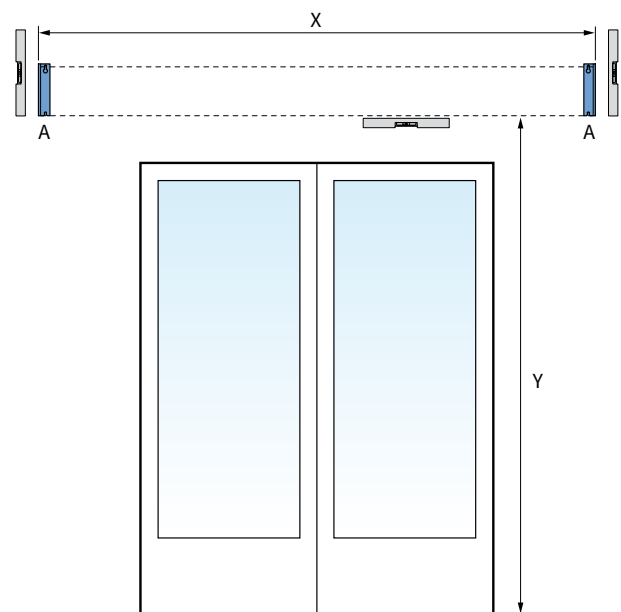

Abb. 1.2 Anordnung der Wandhalterungen
Markieren Sie die Bohrlöcher der Wandhalterungen (A) sorgfältig auf der Wand entsprechend Maß X und Y in Abbildung 1.2.
1. Markieren Sie die Position der Wandstreifen auf der Wand entsprechend Maß X und Y in Abbildung 1.2. Die Wandstreifen müssen sowohl horizontal als auch vertikal wasserwaagengenau ausgerichtet werden. Sorgen Sie dafür, dass sich die Montagelöcher in der Mitte eines Steins befinden. Verwenden Sie gegebenenfalls eine Kordel zum Ausrichten.